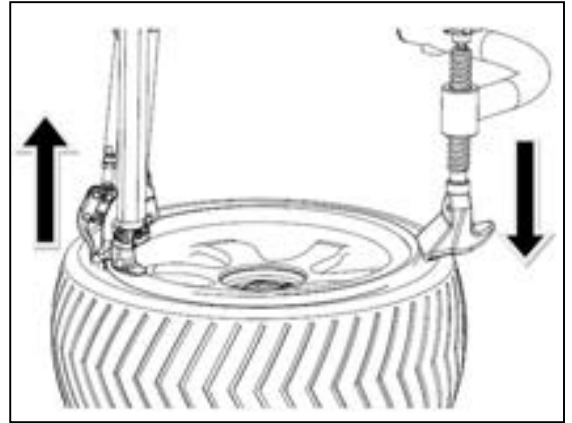

図 31
- ビードを持ち上げる際にランフラットタイヤが硬いため、取外しフックがビードを持ち上げられない場合は、サポートアームを使用してタイヤを押します。押し付けブロックは、取り外しヘッドの反対側に 40~80cm 押し下げることができ、取外しフックが図 31 のようにタイヤ縁をスムーズに持ち上げるのに役立ちます。